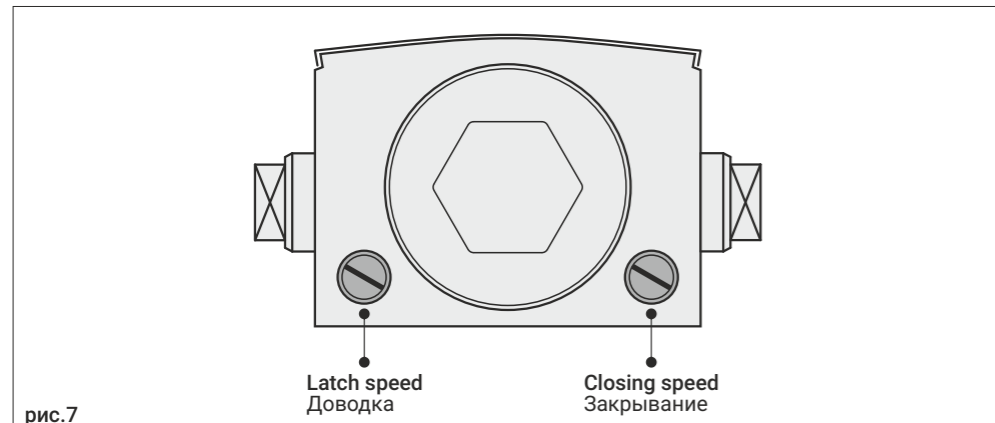
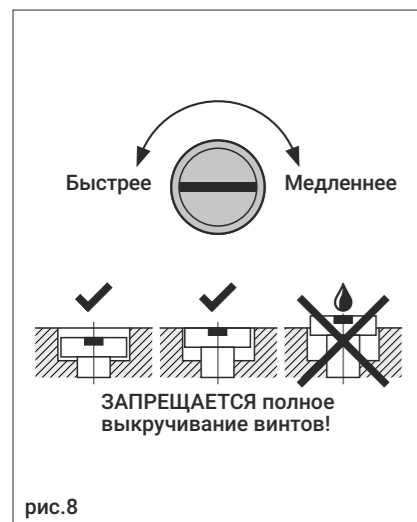

рис.7
рис.8
6. Отрегулируйте скорости «закрывания» и «доводки», не открывая дверь более, чем на 70°, рис.7. Поворот винта по часовой стрелке замедляет скорость, против часовой стрелки - увеличивает скорость закрывания, рис.8.
- ! Полное выкручивание винтов регулировки приводит к разгерметизации доводчика, вытеканию масла и потере работоспособности вследствие неправильной эксплуатации, рис.8.